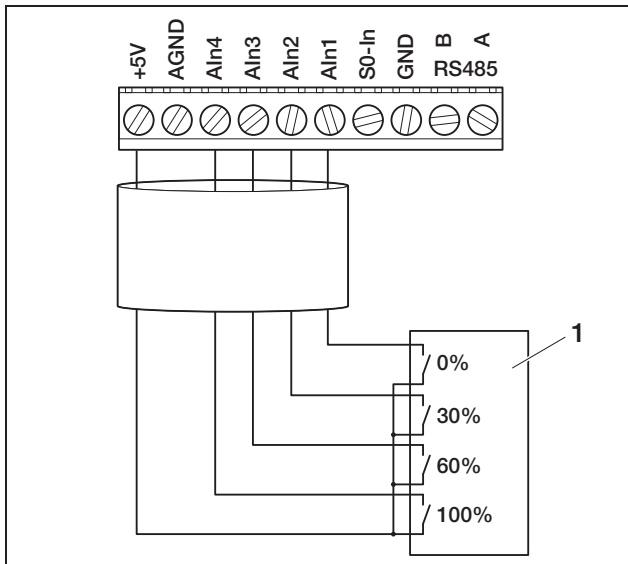

Abbildung 60: Anschluss des Rundsteuerempfängers an den Wechselrichter
- Schließen Sie die Leitungen vom Rundsteuerempfänger entsprechend der Anschlussbelegung (Abbildung 60 und Tabelle 7) an.